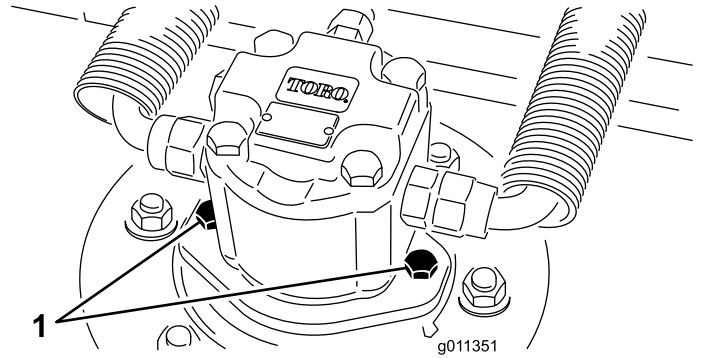

図 78
- カッティングユニットから油圧モータを外す 図 78。異物が見つからないように、スピンドル上部にはカバーを掛けておく。
3. Cuttingユニットに油圧モータを取り付ける 図 78。Oリングを忘れずに、また、損傷させないように注意して取り付ける。